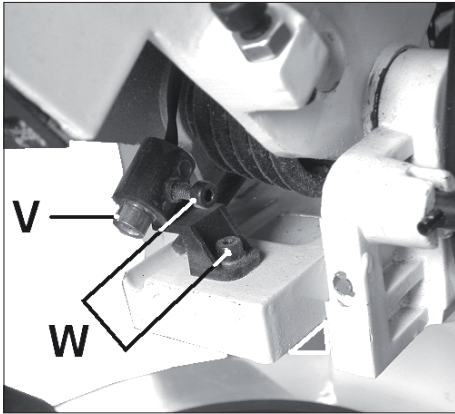

Рис. 10
- Световой указатель (V, Рис. 10) необходимо установить таким образом, чтобы луч указывал на линию распила.
- Световой указатель фиксируется винтами (W).